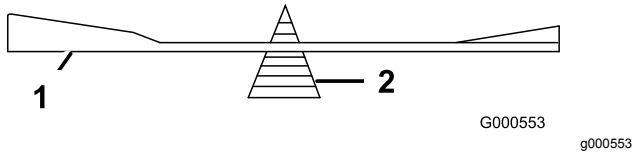

Figura 118
2. Verifique el equilibrio de la cuchilla colocándola sobre un equilibrador de cuchillas (**Figura 118**).